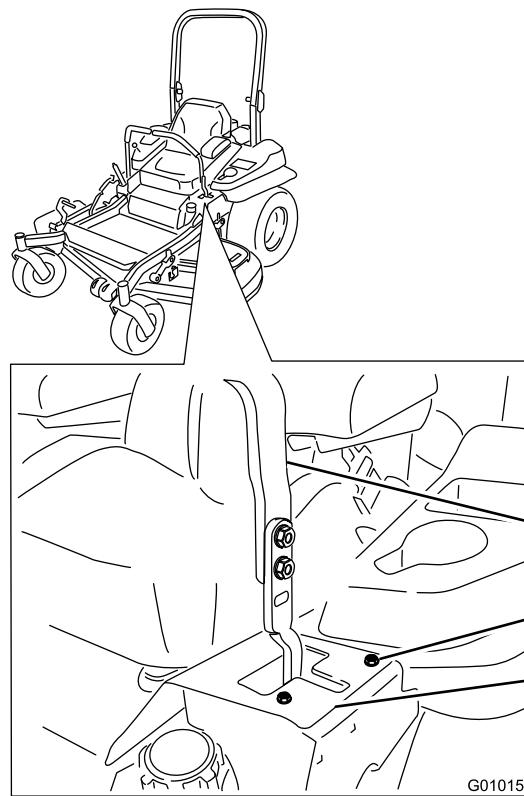

Figure 62
- Si elle se déporte à droite, desserrez les boulons et déplacez la plaque de butée gauche en arrière sur la fente en T gauche, jusqu'à ce que la machine se déplace en ligne droite (Figure 62).
- Si elle se déporte à gauche, desserrez les boulons et déplacez la plaque de butée droite en arrière sur la fente en T droite, jusqu'à ce que la machine se déplace en ligne droite (Figure 62).
6. Serrez les boulons de la plaque (Figure 62).